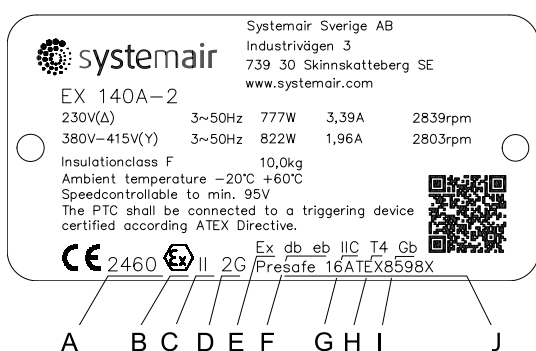

Рис. 4 Заводская табличка
- Класс взрывозащиты кабельных вводов на двигателе должен быть, по крайней мере, таким же, как класс вентилятора, см. рисунок 4.